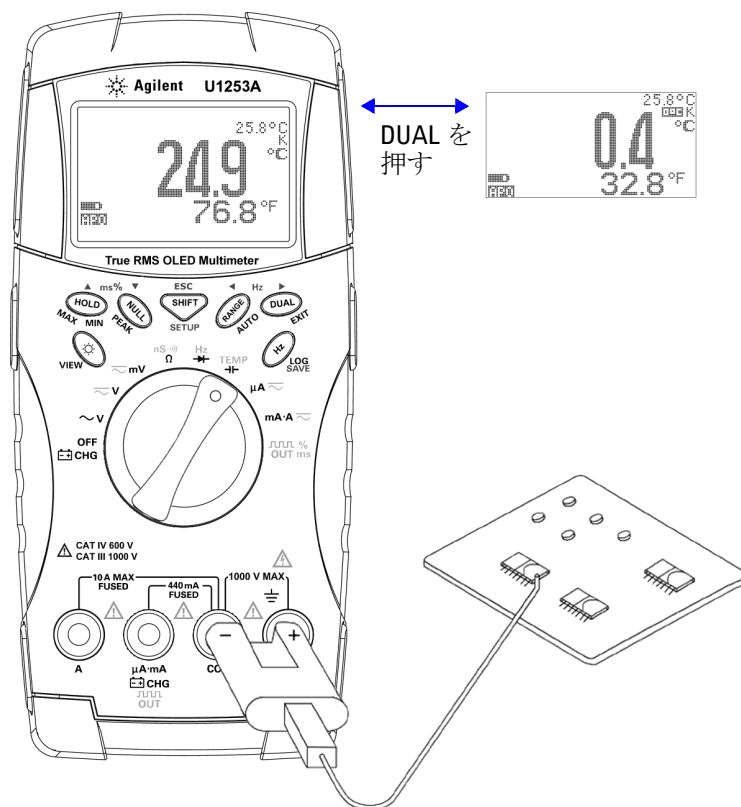

図 2-12 表面温度測定
- 3 熱電対アダプタを（熱電対プローブを接続した状態で）入力端子 **TEMP（赤）** と **COM（黒）** に差し込みます（図 2-12（51 ページ）を参照）。